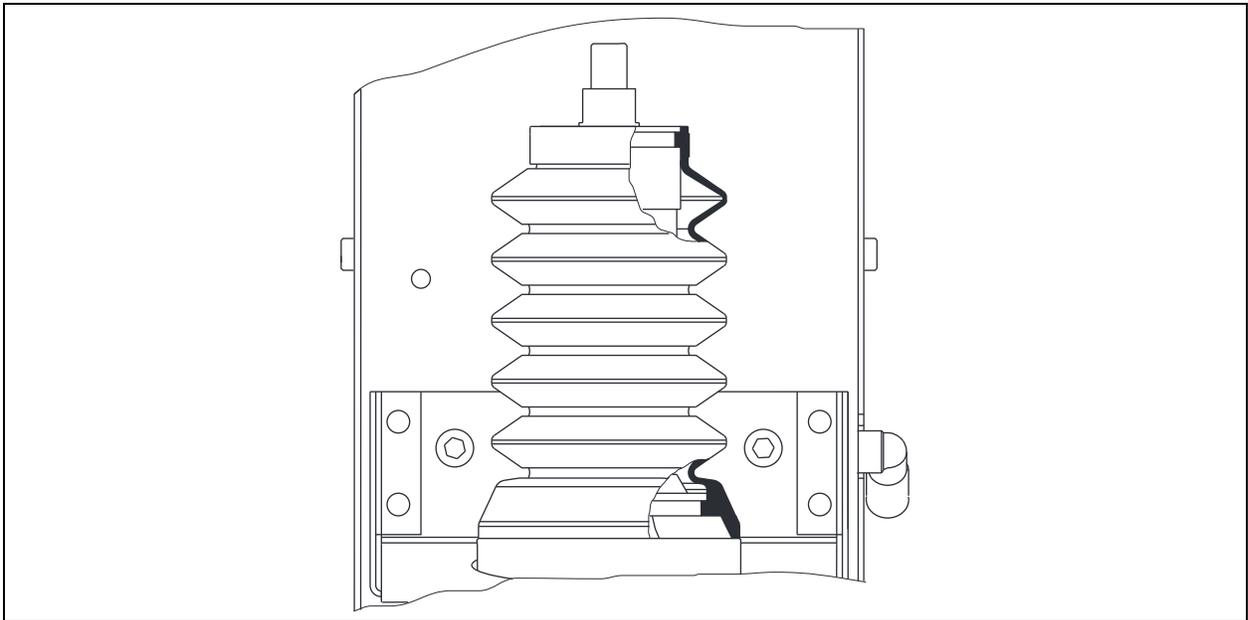

Abb. 17 Position Faltenbalg
- Verwenden Sie für den Fräserwechsel nur Werkzeuge mit passender Schlüsselweite. Motorschutzkappe (6) SW 21, Fräser SW 17.
- Achten Sie darauf, dass der Faltenbalg (5) in der richtigen Position sitzt.
□ Abb. 17 Position Faltenbalg auf Seite DE-25
- 1 Motorschutzkappe (6) montieren.
- 2 Fräser (1) auf Druckluftmotor (4) montieren.
- 3 Fräser (1) mit Gabelschlüssel SW17 (2) anziehen (min. Anzugsmoment 20Nm) und dabei mit Gabelschlüssel SW21 (3) gegenhalten.